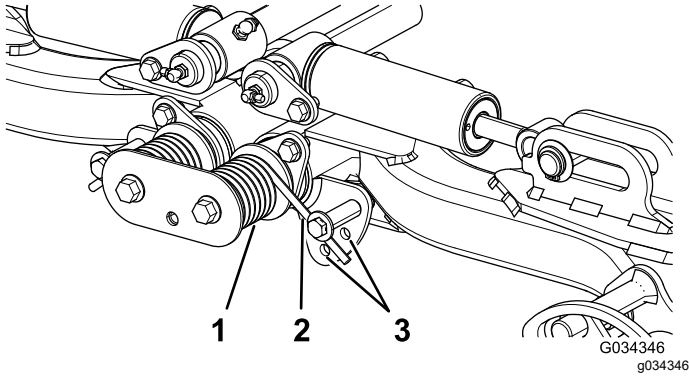

Figura 44
2. Infilate un tubo o un oggetto simile sull'estremità della molla lunga al fine di allentare la tensione della molla durante la messa a punto (Figura 44).
- Mentre allentate la tensione della molla, togliete il bullone e il dado di bloccaggio che fissano l'attuatore della molla alla staffa (Figura 44).